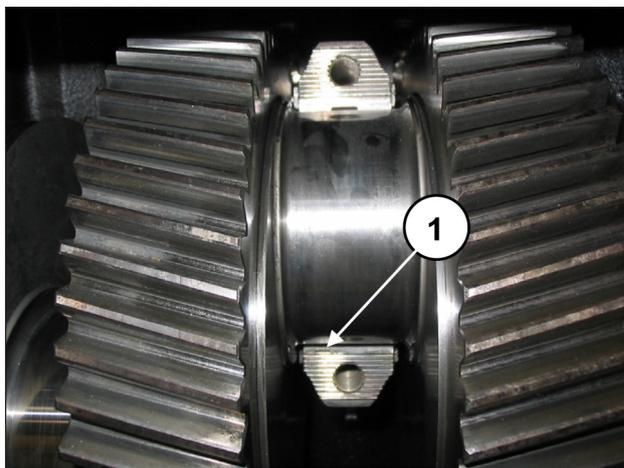

Fig. 81
**Para uma montagem correta dos semi-rolamentos, certifique-se de que a lingueta de referência dos semi-rolamentos esteja posicionada na caixa adequada sobre a semi-haste (pos. ①, Fig. 81).**